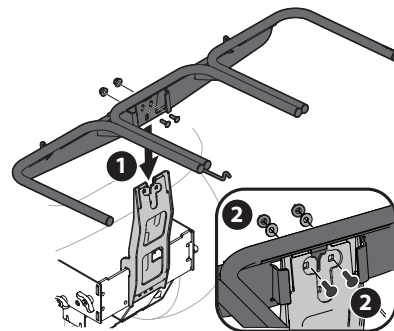

Figura 6
1. Coloque y sujete el conjunto del colgador (683-044988) en el soporte vertical usando dos pernos de carro (710-0276), dos arandelas de cubeta (736-0242) y dos tuercas de seguridad (712-04063) del paquete de herrajes 689-02364. No aplique un ajuste excesivo. Consulte la Figura 6.